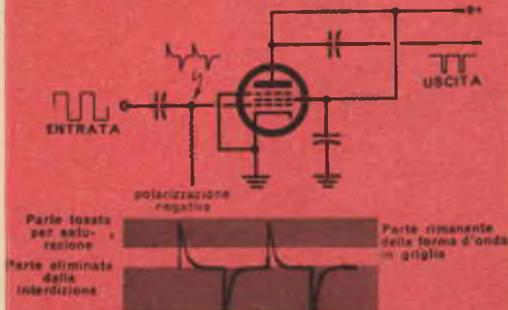

Fig. 3
**Eliminazione di un impulso.** — Nel circuito illustrato in fig. 3 la distorsione è usata per ottenere con un'onda quadra in ingresso una serie di stretti impulsi. Il condensatore di accoppiamento e la resistenza di griglia hanno una breve costante di tempo in confronto al periodo dell'onda quadra in ingresso; queste parti perciò si comportano come un differenziatore e alla griglia appaiono impulsi positivi e negativi.